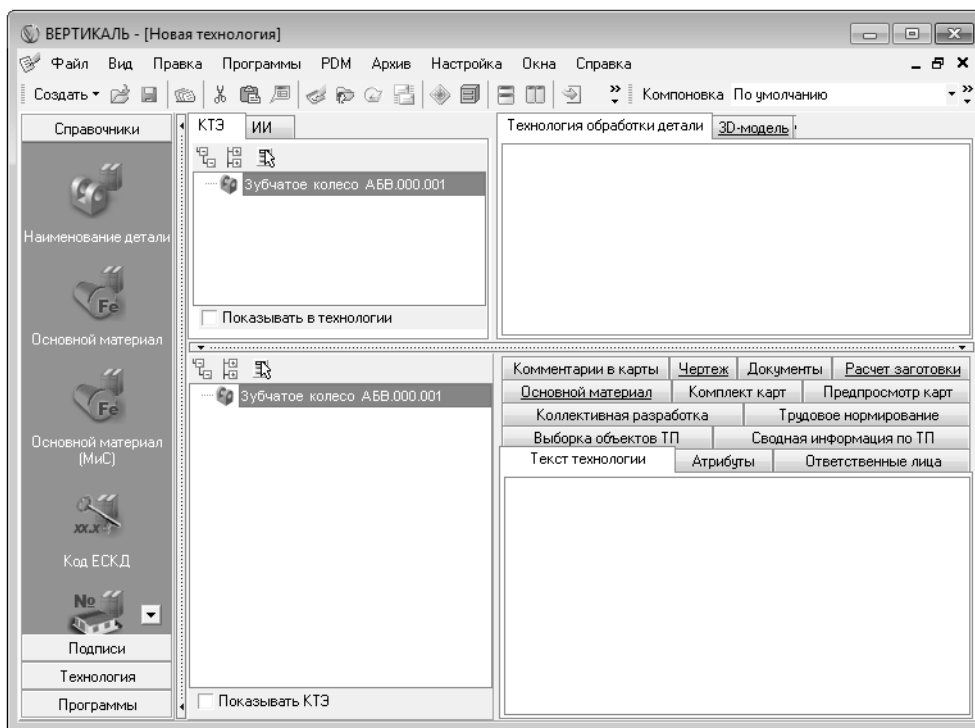

Рис. 1.3.
3. В результате окно программы будет выглядеть так, как показано на рис. 1.3. Сохраните созданный ТП в папке *Мои технологии* под именем *ТП на зубчатое колесо*, в формате *\*.vtp*.